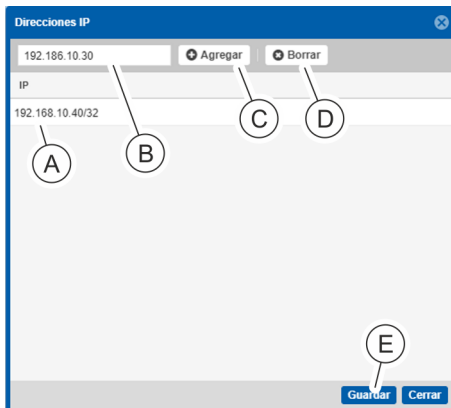

Fig. 140: Ventana "Direcciones IP"
⇒ Se abre la ventana "Direcciones IP" (Fig. 140).
7. ➔ Introduzca en el recuadro de texto una dirección IP o un nombre de host (Fig. 140/ⓐ) y agréguelo a la lista (Fig. 140/ⓑ) con el botón "Agregar" (Fig. 140/ⓒ).
8. ➔ En caso necesario, marque una dirección IP o un nombre de host de la lista (Fig. 140/ⓐ) y elimínelo con "Borrar" (Fig. 140/ⓓ).
9. ➔ Una vez introducida, cierre la ventana "Direcciones IP" con el botón "Guardar" (Fig. 140/ⓔ).